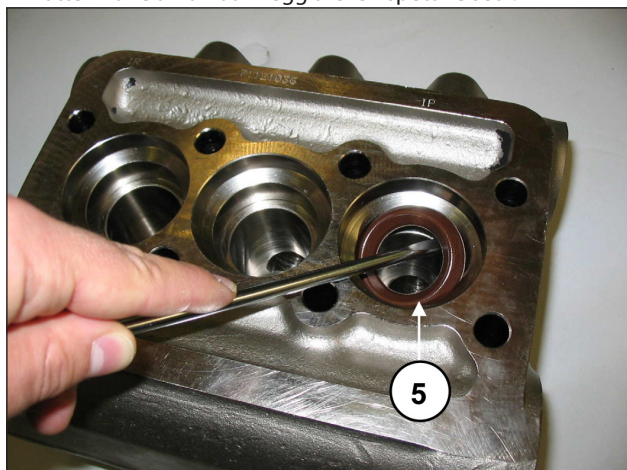

Fig. 21
C) Estrarre le tenute di alta pressione dalla testata e quelle di bassa pressione dal relativo supporto utilizzando semplici attrezzi come indicato in (Fig. 21, pos. ⑤), facendo attenzione a non danneggiare le rispettive sedi.